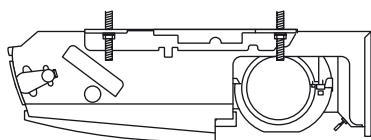

Abb. 3-15
c) Die beiden Sechskantmutter an jedem Hängeanker festziehen, um die Inneneinheit aufzuhängen, wie in Abb. 3-15 gezeigt.